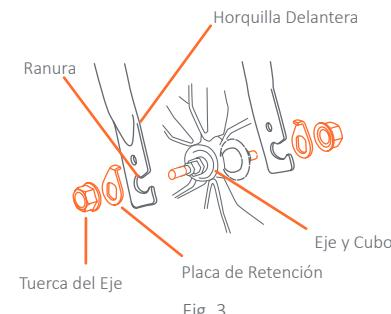

Fig. 3
- Inserte la placa de retención en el eje de la rueda. La clavija en la punta de la placa debe de colocarse hacia adentro, de cara a la horquilla. Debe alinear la clavija de la placa con el agujero antes de atornillar las tuercas para asegurar la rueda (Fig. 3).